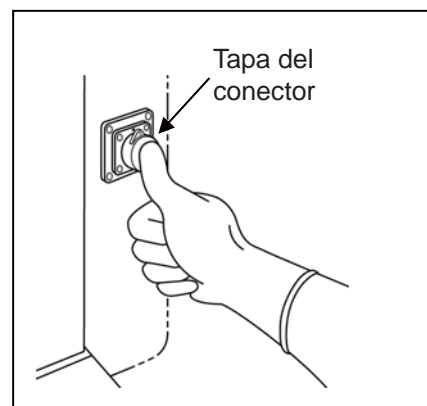

Fig. 4
**Aviso:** Tras la descontaminación por H2O2, sustituya la tapa del conector firmemente sobre el conector en el lado de la cámara (Fig. 4).